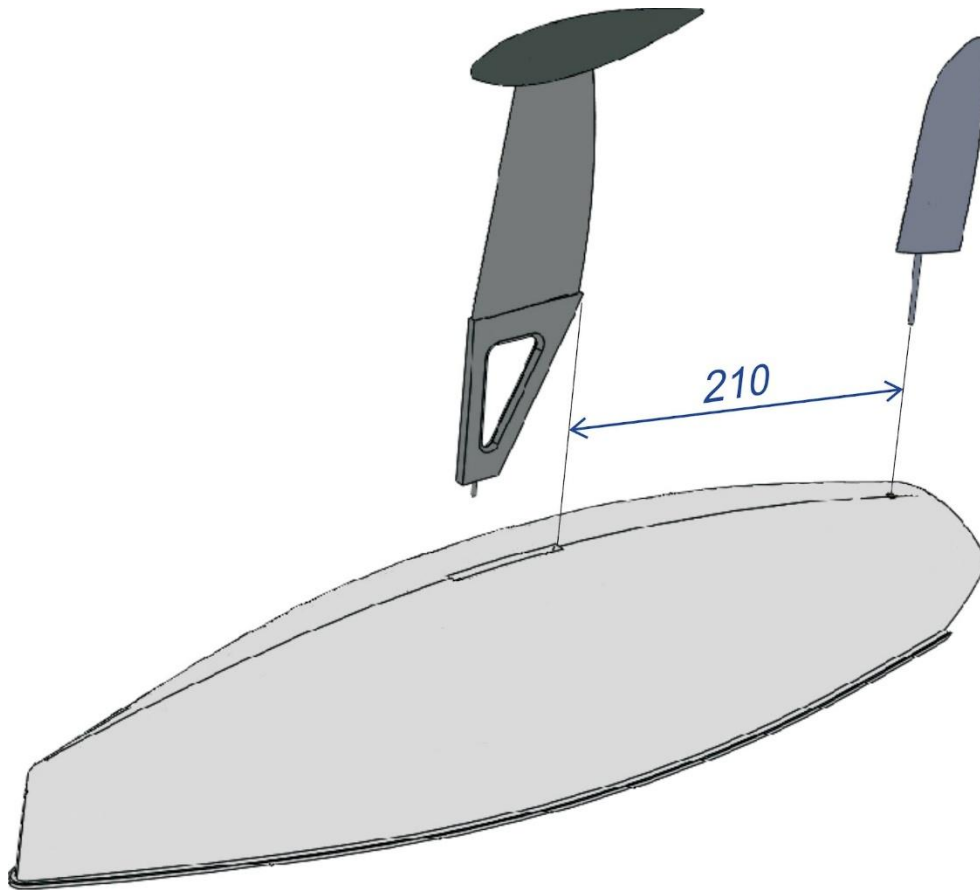

Figure 1 : Position du poteau de gouvernail sur les coques 2014.v2
- Dans certaines coques 2014.V2, il n'y a soit pas de marquage ou de trou, soit un marquage incorrect pour la position du gouvernail. L'axe du gouvernail doit être à 210 mm de l'arrière intérieur de la boîte de quille, mesuré le long du fond du bateau. Voir la figure 1.